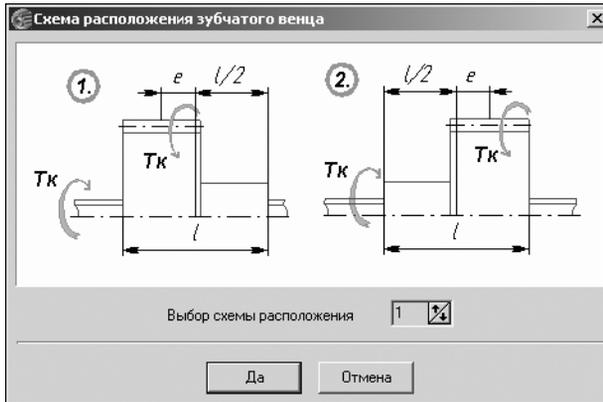

Рис. 4.23.
3. Выберите схему расположения зубчатого венца. Для этого нажмите кнопку с изображением книги, введите в открывшемся окне номер нужного варианта (рис. 4.23) и нажмите кнопку **Да**.